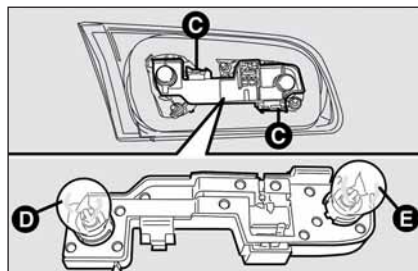

fig. 31
- premere verso l'interno le alette **C-fig. 31** di bloccaggio portalampane ed estrarlo dalla sua sede;
La disposizione delle lampade del gruppo ottico è la seguente (**fig. 31**):